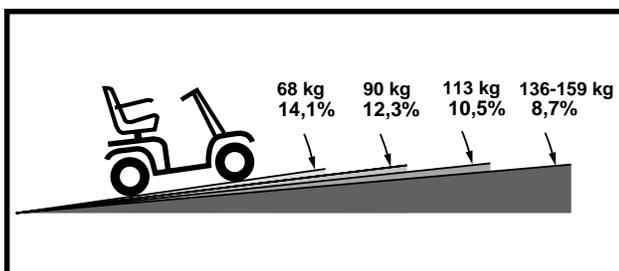

Abb. 1. 3-rad maximal empfohlene Steigung
*WARNUNG! Obwohl Ihr Elektromobil eine größere Steigung als in Abb. 1 angegeben überwinden kann, dürfen Sie unter keinen Umständen die Steigungsrichtlinien überschreiten oder andere Anweisungen dieses Handbuchs vernachlässigen. Dies kann zur Instabilität Ihres Elektromobils und darüber hinaus zu Personen- und/ oder Sachschäden führen.*
Da in manchen Ländern öffentliche Rollstuhlrampen nicht einer staatlichen Regulierung unterliegen, ist der Steigungswinkel nicht unbedingt immer gleich. Andere Steigungen können naturbedingt oder künstlich sein, aber nicht für Elektromobile konstruiert. Abb. 1 und 2 zeigt die Stabilität Ihres Elektromobils sowie seine Fähigkeit, Steigungen mit verschiedenen Ladungen und unter geregelten Testbedingungen zu überwinden
*WARNUNG! Jeder Versuch, eine größere Steigung als abgebildet in Abb. 1 und 2 zu überwinden, kann zu Instabilität und eventuell zum Umkippen Ihres Elektromobils sowie zu daraus resultierenden Personenschaden führen.*